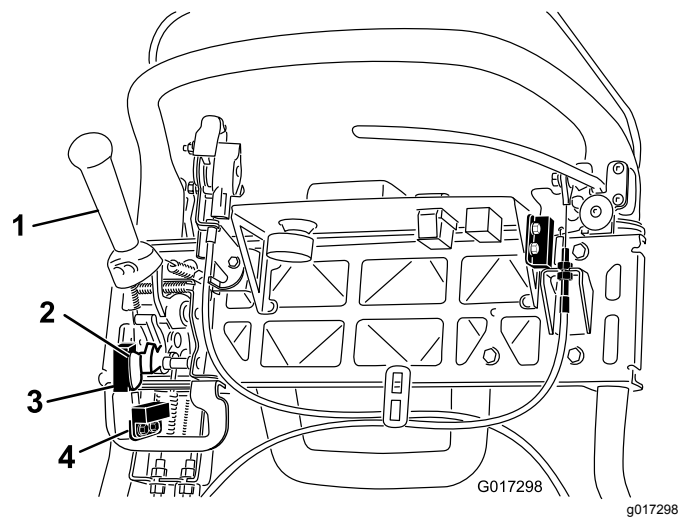

Figura 42
4. Allentate i dispositivi di fissaggio del microinterruttore di sicurezza (Figura 42).
5. Inserite uno spessore di 1,6 mm fra la leva della trazione ed il microinterruttore di sicurezza (Figura 42).
4. Allentate i dispositivi di fissaggio del sensore di tosatura (Figura 42).
5. Inserite uno spessore di 1,6 mm fra il contrassegno del sensore di tosatura e il sensore stesso (Figura 42).